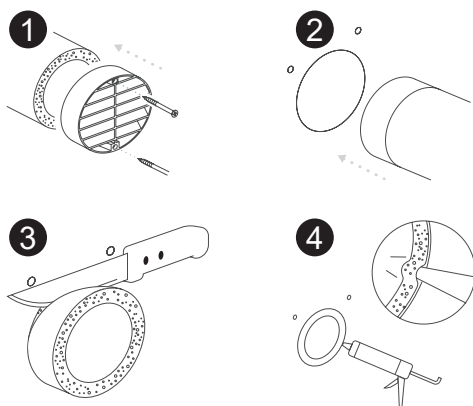

Рисунок 4.3 – Установка теплоизоляционной трубы с вентиляционной решеткой в канал
4.2.7. Закрепите на конце воздушного канала воздухозаборную решетку с внешним диаметром не более 130 мм при помощи строительного полимерного клея и монтажных принадлежностей, если они предусмотрены конструкцией решетки (рис. 4.3, поз. 1).